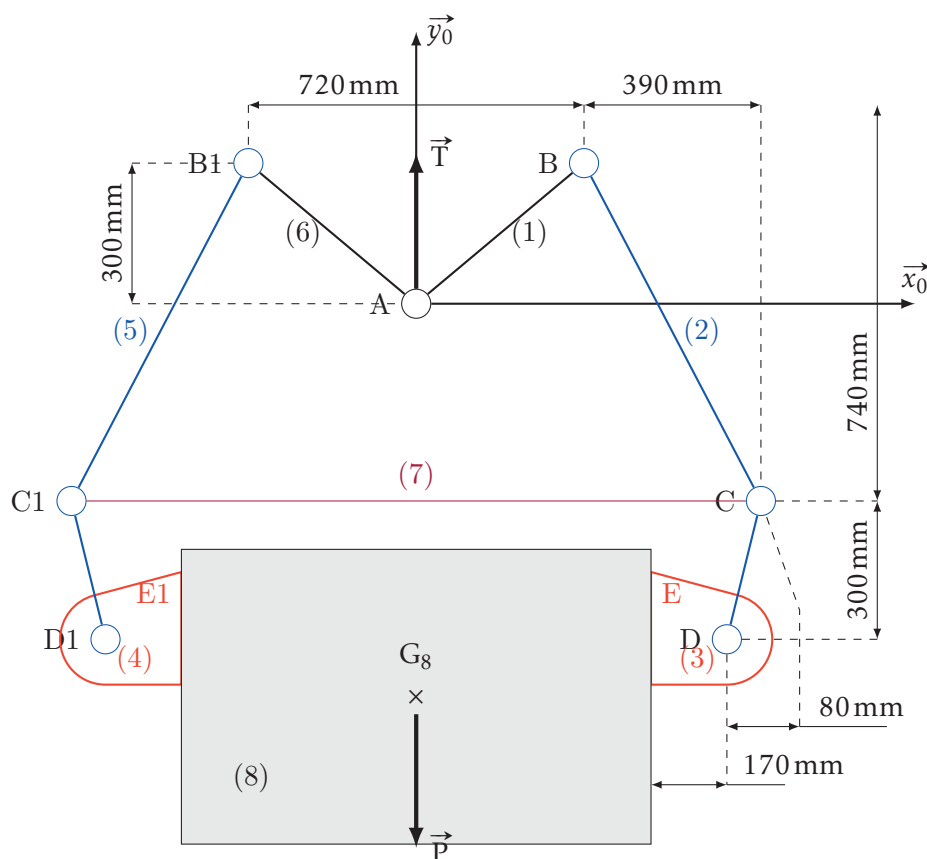

Figure 3 – Pince à écrevisse
Une pince « à écrevisse » (figure 3) est suspendue en A au câble d'une grue. Elle est destinée à soulever des blocs de pierre. Elle comprend deux sabots (3) et (4) articulés sur deux leviers coudés identiques (2) et (5). L'écartement des leviers est assuré par la barre (7), articulée en C et C'. Deux barres (1) et (6) articulées en A, B, et B1 sont reliées en A au câble (non représenté et noté (61)) de la grue dont la tension est \vec{T} .